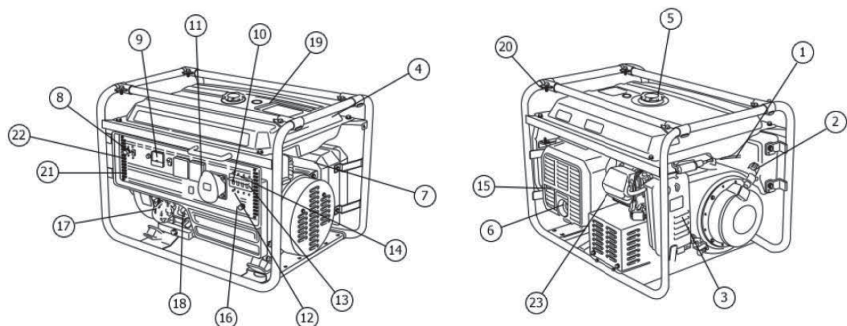

Рис. 1\*
- Під час встановлення генератора слід підключити до різьбової клемми (поз. 18; рис. 1) провідник заземлюючого пристрою, що задовольняє вимогам розділу «Забезпечення вимог безпеки»
5. Плавно витягнути до упору трос ручного стартера за ручку (поз.2, рис.1) та повернути у вихідне положення (див. також рис.3)